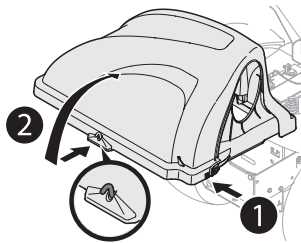

Figure 15
7. Ouvrez le couvercle du bac récupérateur en pressant sur la patte arrière droite avec votre main droite comme indiqué par le point (1) et soulevez le couvercle à partir du milieu avec votre main gauche (2), comme indiqué dans Figure 15.